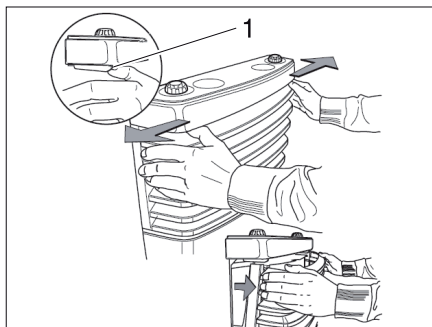

Fig. 109 Rimozione della copertura del riscaldamento
- Rimuovere la copertura del riscaldamento spingendo verso l'esterno le molle di chiusura (Fig. 109,1) laterali, inclinando la copertura in avanti e sollevandola dai supporti inferiori.